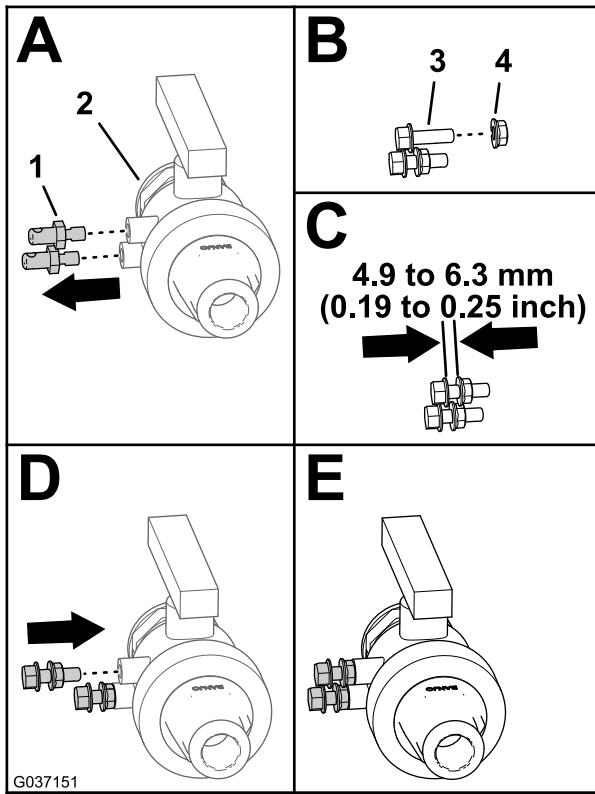

图12
3. 从排水阀上卸下 2 个固定销 (图12 中的 A)。
4. 如图12 中的 B 和 C 所示, 将 2 个凸缘锁紧螺母 (5/16 英寸) 螺入 2 个凸缘头螺栓 (5/16 x 1 英寸)。
5. 将凸缘锁紧螺母和凸缘头螺栓安装到排水阀上, 并手动拧紧 (图12 中的 D 和 E)。